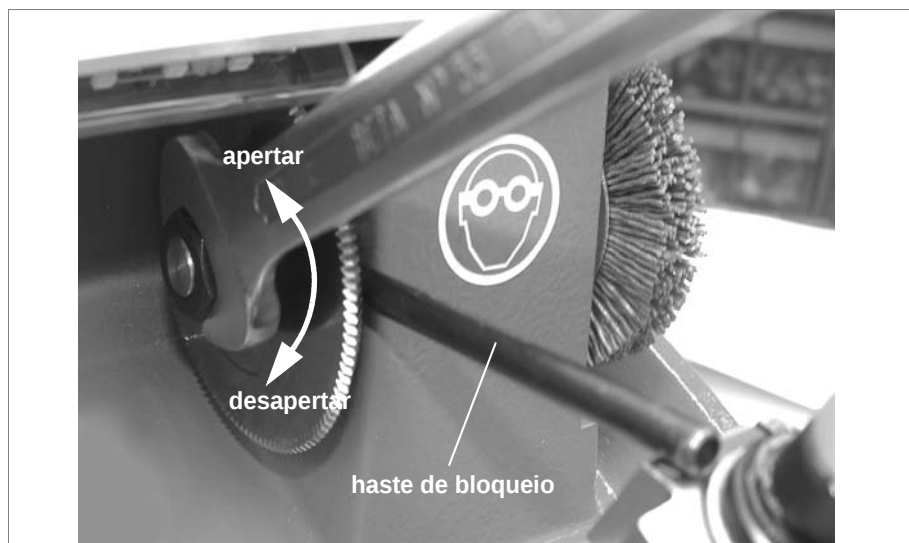

Fig. 18
- 1) Insira a haste de bloqueio (anexa) no orifício do veio da fresa (fig. 18).